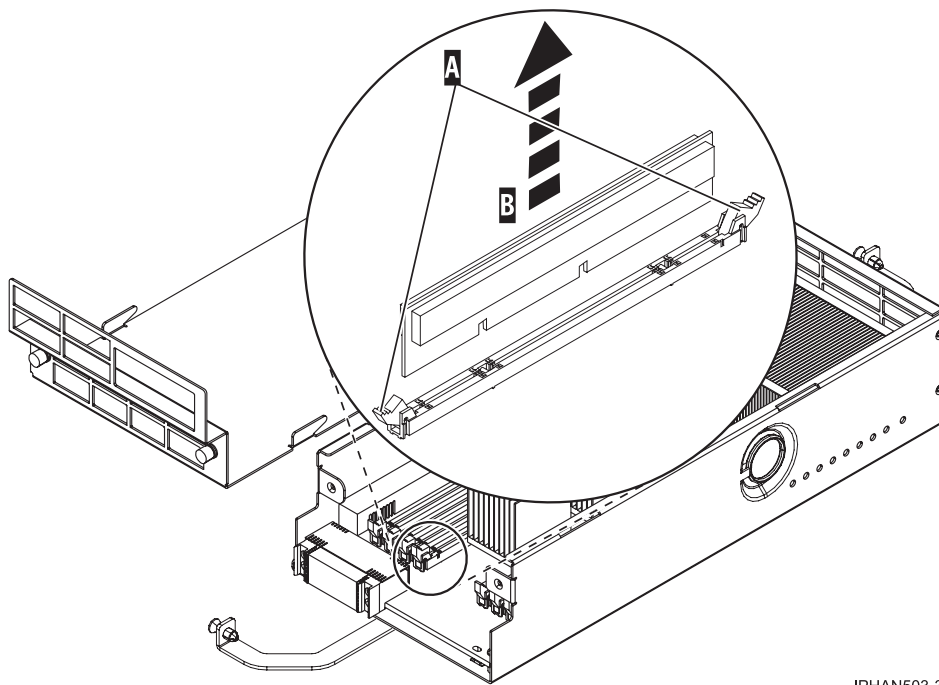

Figure 10. Retrait d'un module de mémoire
6. Comme indiqué dans la figure 10, déverrouillez le module de mémoire en écartant les taquets du connecteur (A). La pression exercée sur les taquets force le module de mémoire (B) à sortir du connecteur.
7. Sortez le module de mémoire (B) du connecteur.